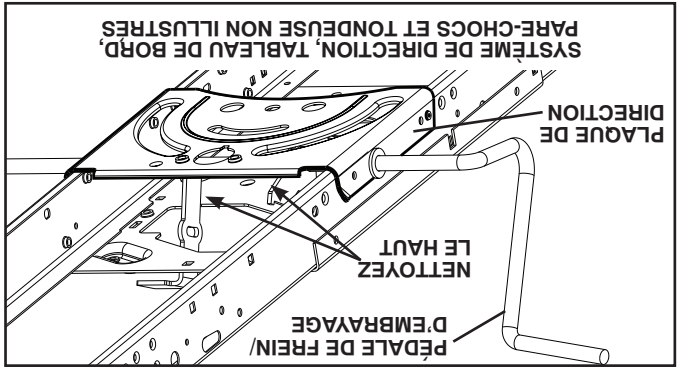

Fig. 21
- Nettoyez toute trace de débris sur la plaque de direction. Les débris peuvent empêcher le mouvement de l'arbre de pédale de frein/d'embrayage, provoquant le glissement de la courroie avec perte d'entraînement. Voir Fig. 21.